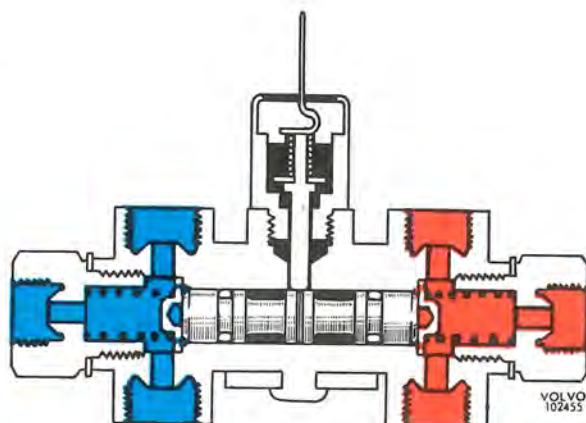

Bild 41. Normalläge
Vid bromsansättning med fria kretsar är hydrauliska trycket på kolvarna i stort sett lika på båda sidorna (bild 41). Skulle exempelvis trycket i sekundärkretsen vara något högre strävar detta efter att förskjuta kolvarna till höger på bilden. Därvid lyfts tryckbrickan (11) och trycket av fjädern (9) motverkar förskjutningen.